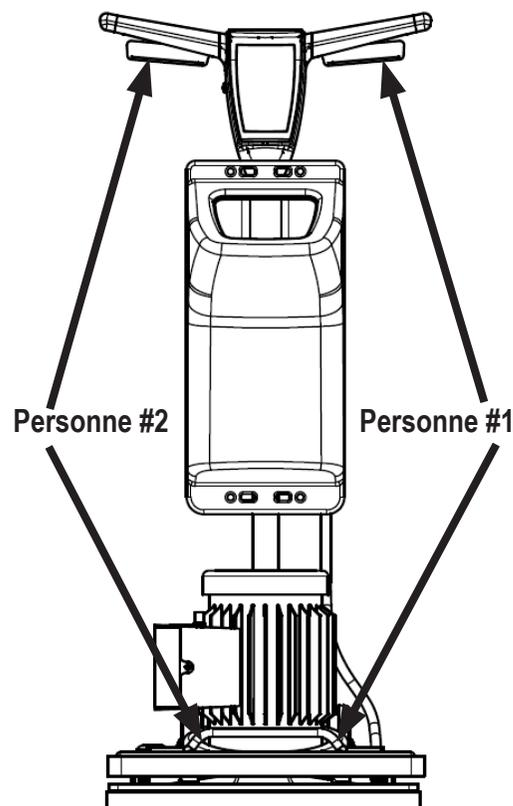

Figure 2
- Saisissez l'appareil aux points de levage et placez-le dans le compartiment de transport (voir la figure 2).